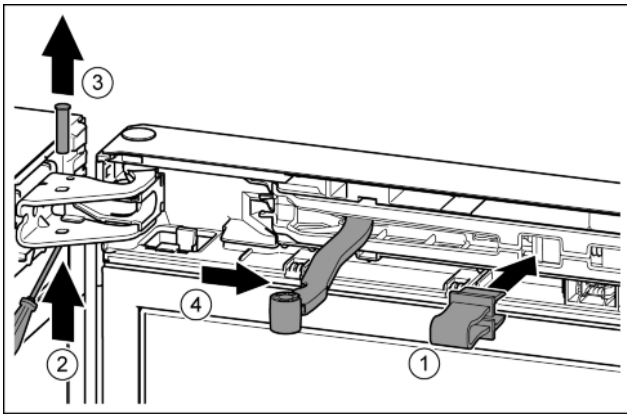

Fig. 7
- ▶ Зафиксировать предохранитель в отверстии. Fig. 7 (1)
- ▶ Выкрутить палец при помощи отвертки. Fig. 7 (2)
- ▶ Извлечь палец движением вверх. Fig. 7 (3)
- ▶ Повернуть шарнир в направлении двери. Fig. 7 (4)